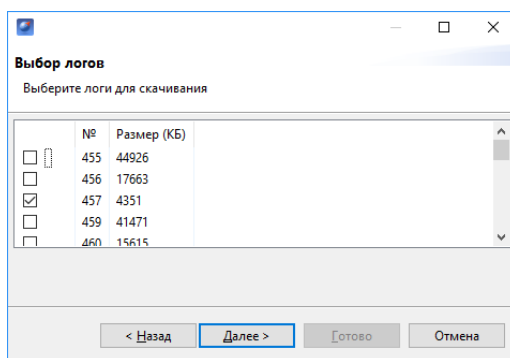

Рис. 121: Выбор лога для скачивания
4. Выберите необходимый лог (последнему включению будет соответствовать лог с наибольшим значением ID) (рис. 121).